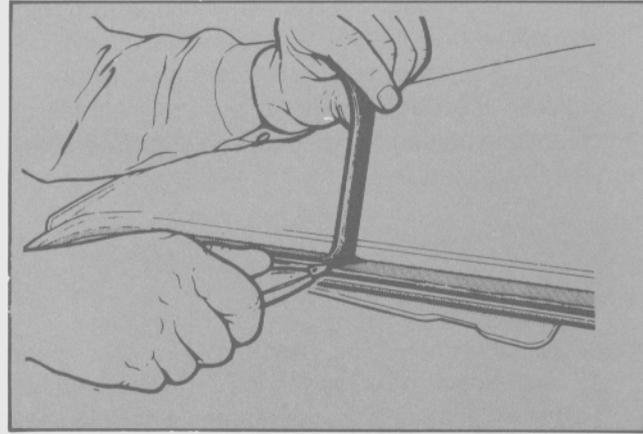

Fig. 39 - Eliminación del exceso de adhesivo.
- Utilizando un cortador de hojas descartables (Cutter), eliminar totalmente el adhesivo del alojamiento del cristal en la carrocería. (Fig. 39)